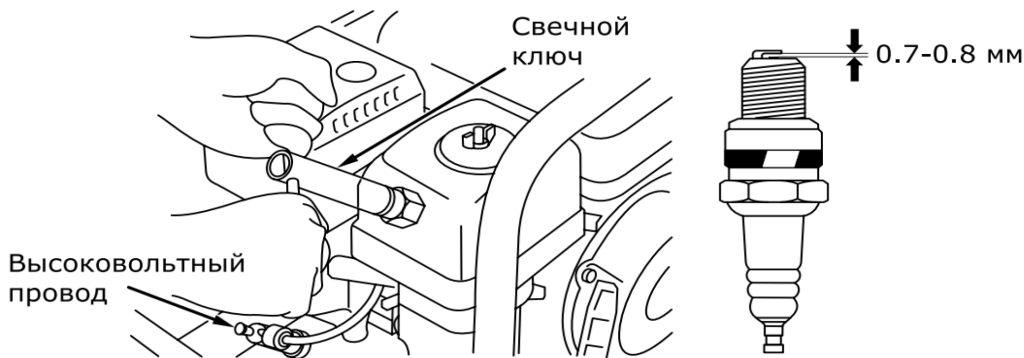

Рис. 13
8.3. Обслуживание свечи зажигания (рис. 13).